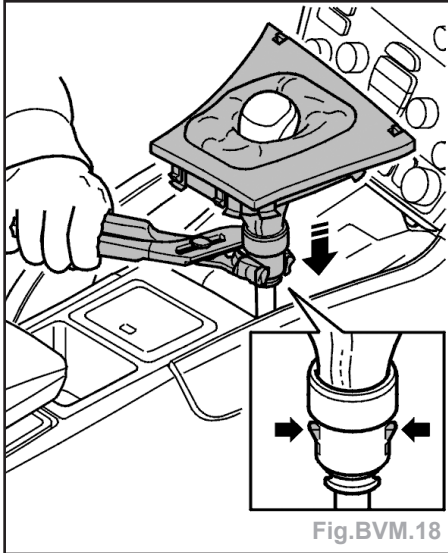

Fig.BVM.18
- Enfoncer les deux loquets sous le soufflet de protection. Tirer le manchon vers le bas (Fig.BVM.18).